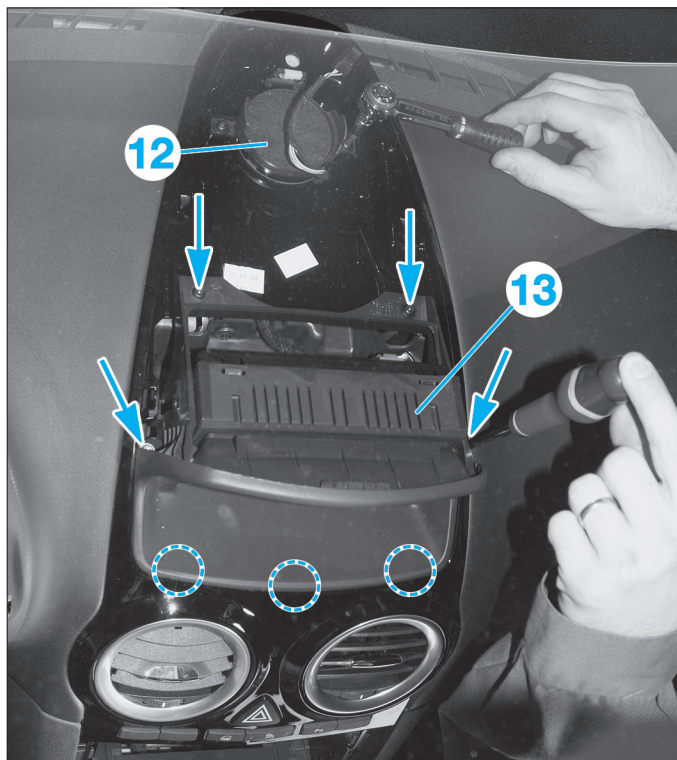

Fig. 28
- Déposer le haut-parleur (12) (2 vis) (Fig.28).